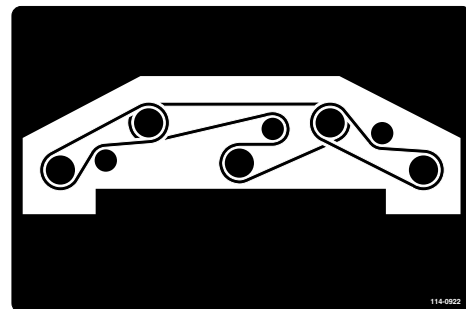

Bild 128
- Verlegen Sie den neuen Riemen um die Spindelscheiben und die Spannscheiben (Bild 128).